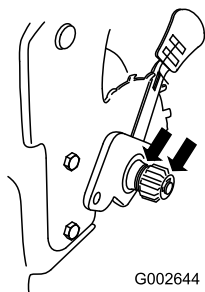

Figura 45
2. Aplique aceite lubricante al interior y al exterior de los engranajes, según lo indicado en Figura 45.